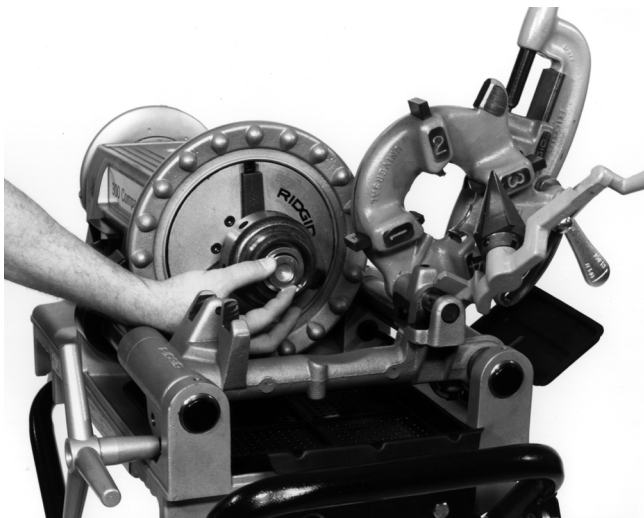

Figura 16 – Coloque la inserción dentro del Mandril Niplero
3. Para tubitos de 1/8 a 3/4 pulg., coloque la pieza de inserción (Figura 16) con su extremo pequeño dirigido hacia el cuerpo del mandril niplero; para tubos de 1 pulgada, con su extremo más grande colocado hacia el cuerpo del mandril niplero. No se necesita pieza de inserción cuando se trabaja con tubos de 1 1/4 pulg. o mayores.